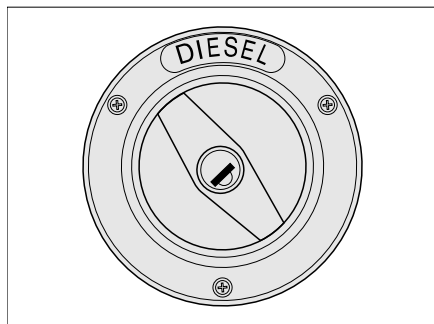

Bild 28 Verschlussdeckel für Kraftstoff-Einfüllstutzen
- Schlüssel in Schließzylinder (Bild 28,1) stecken und entgegen dem Uhrzeigersinn drehen.